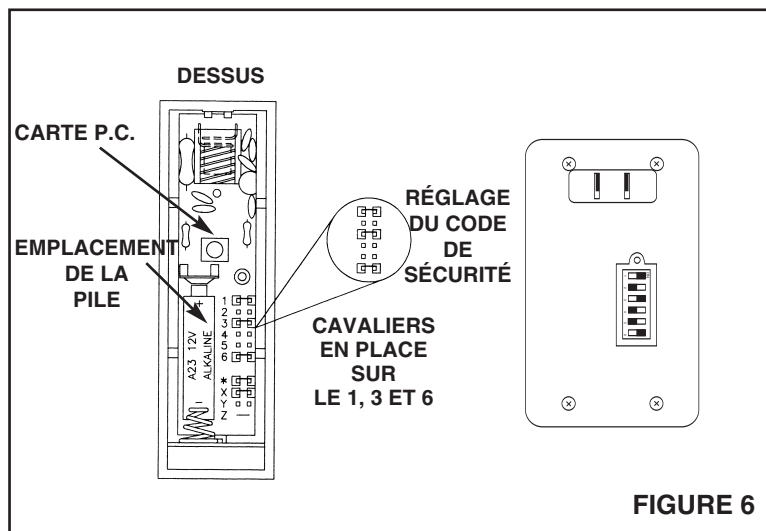

FIGURE 6
2. **Consultez la Figure 6.** Réglez les commutateurs du récepteur de façon qu'ils correspondent à ceux du transmetteur. Les jarretières du transmetteur doivent correspondre aux commutateurs réglés à ON dans le récepteur. Par exemple, si la jarretière 1 est installée, le commutateur 1 doit être en position ON.